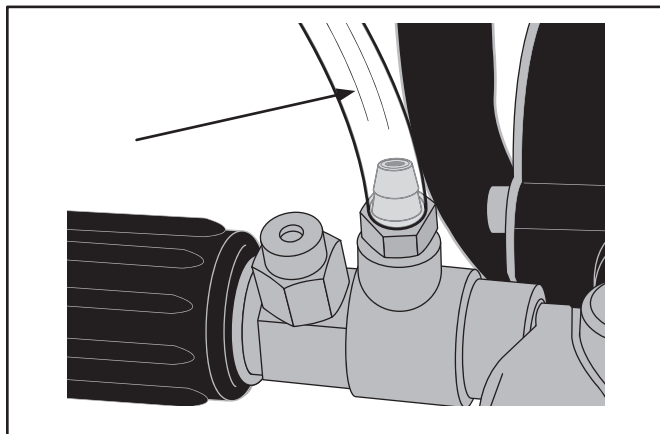

Figure 4-3
1. Poussez le boyau de produit chimique dans le raccord cannelé, près du point de connexion du boyau à haute pression de la pompe, tel qu'illustré. Voir Figure 4-3.